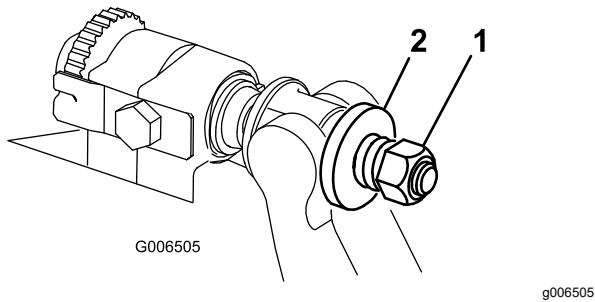

图 32
4. 旋紧弹簧加压螺母直到弹簧完全压缩然后往回松开 1/2 圈图 32。